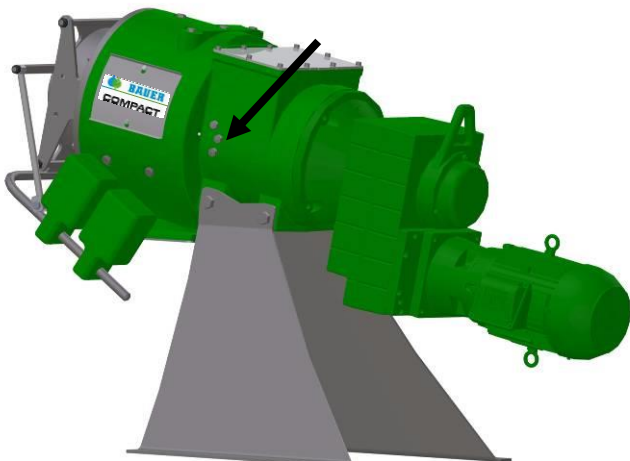

Abb.13-13: Abstreifschrauben
6. Lösen Sie die Kontermuttern der Abstreifschrauben und drehen sie die Abstreifschrauben ca. eine Umdrehung gegen den Uhrzeigersinn, siehe Abb. 13-13
- Abstreifschrauben nachstellen (siehe Kapitel 13.3-Abb.13-13)